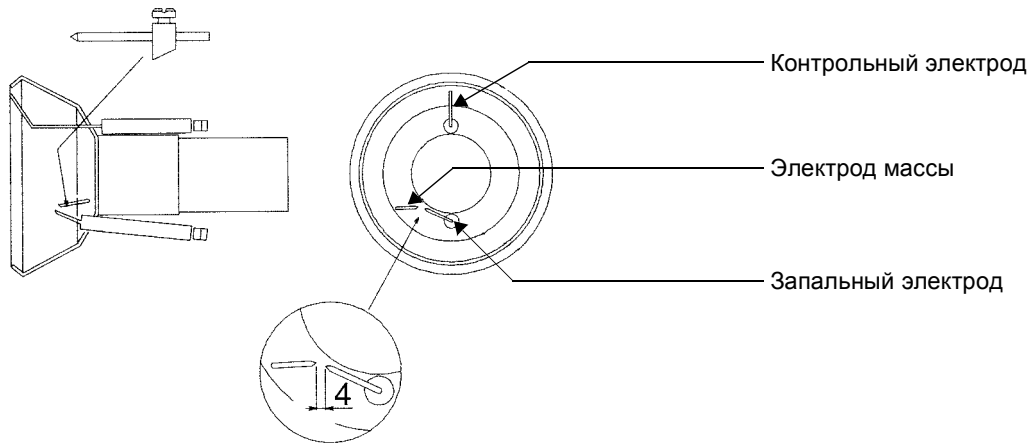
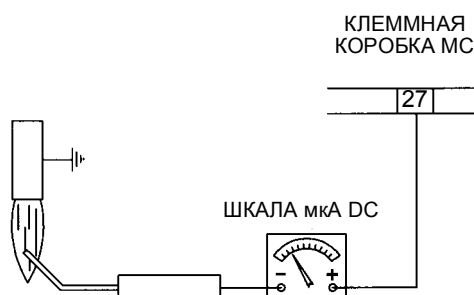
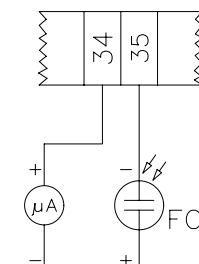

Рис. 37
Рис. 38a - Детектирование с электродом
Рис. 38b
- Проверьте запальный электрод, очистите, отрегулируйте и, при необходимости, замените (см. Рис. 37);
- Проверьте контрольный электрод, очистите, отрегулируйте и, при необходимости, замените (см. Рис. 37). В случае, если вы не уверены в его работе, проверьте систему контроля после запуска горелки, следуя схемам на Рис. 38a - Рис. 38b;
Расположение рефлектора не зависит от остальной части головки сгорания, значит его можно легко отрегулировать, расслабив с помощью отвертки винт E на Рис. 37. Сдвинуть рефлектор вперед или назад - по необходимости, и, по завершении регулировки, затянуть винт.
Чтобы проверить ток у контрольного электрода, следуйте схемам на Рис. 38a или Рис. 38b. Если электрический импульс ниже указанного значения, проверьте положение контрольного электрода или фотозлемента, электрические соединения и, при необходимости, замените электрод или фотозлемент.